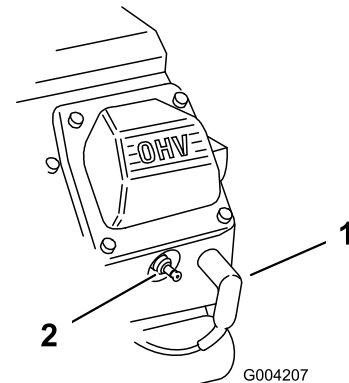

Bild 33
3. Ziehen Sie die Zündkerzenstecker ab (Bild 33).
3. Stecken Sie die Kabel auf die Zündkerzen (Bild 33).